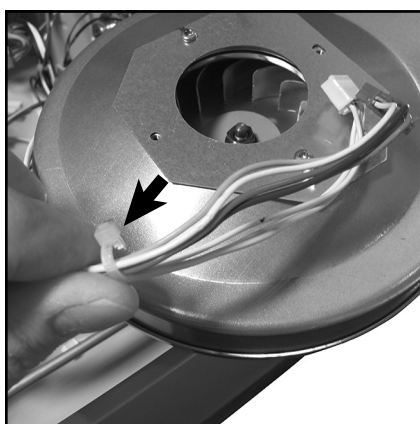

Figure 60
10.4 Si les fils du ventilateur sont fixés aux fils blancs de l'assemblage thermistance/ limiteur de température par une attache, coupez cette dernière pour les séparer (Figure 60).